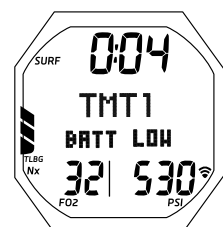

Abb. 2 - TMT ALARM BATT
- Die Grafiken TMTx BATT LOW wechseln ebenfalls mit den NORM (oder GAUG) Grafiken auf der Matrix des NORM (oder GAUG) Oberflächen-Hauptbildschirms (Abb. 2).